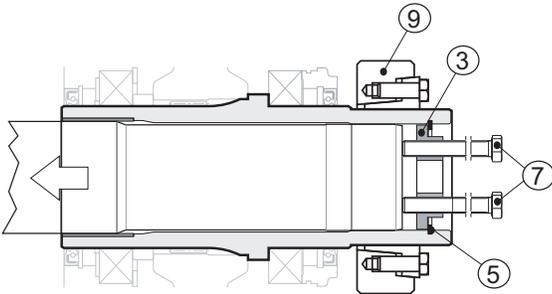

Fig. 23
Introducir en los dos orificios roscados presentes en el fondo (pos. 3) 2 tornillos (pos. 7). Apretarlos hasta que queden contra el eje de la máquina (pos. 1). Después seguir apretándolos de forma alterna, dando como máximo una vuelta cada vez (ver Fig. 23 (p. 29)).